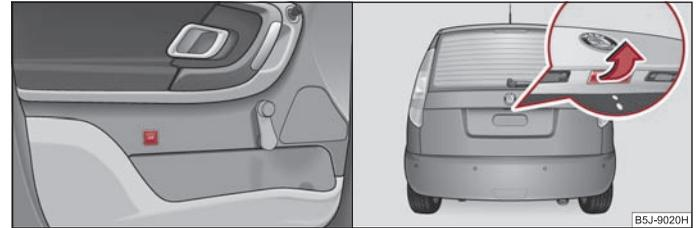

Abb. 28 Gepäckraumklappe entriegeln / Griff der Gepäckraumklappe
- **Bei Fahrzeugen ohne Zentralverriegelung** entriegeln Sie die Gepäckraumklappe durch Drücken der Taste an der Fahrertür ⇒ Abb. 28.
Bei Fahrzeugen ohne Zentralverriegelung entriegeln Sie die Gepäckraumklappe durch Drücken der Taste an der Fahrertür ⇒ Abb. 28.